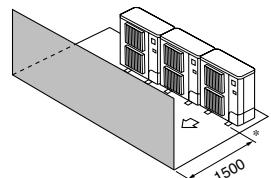

Fig. 2-10
③ Yalnızca önündeki engeller (Fig. 2-10)